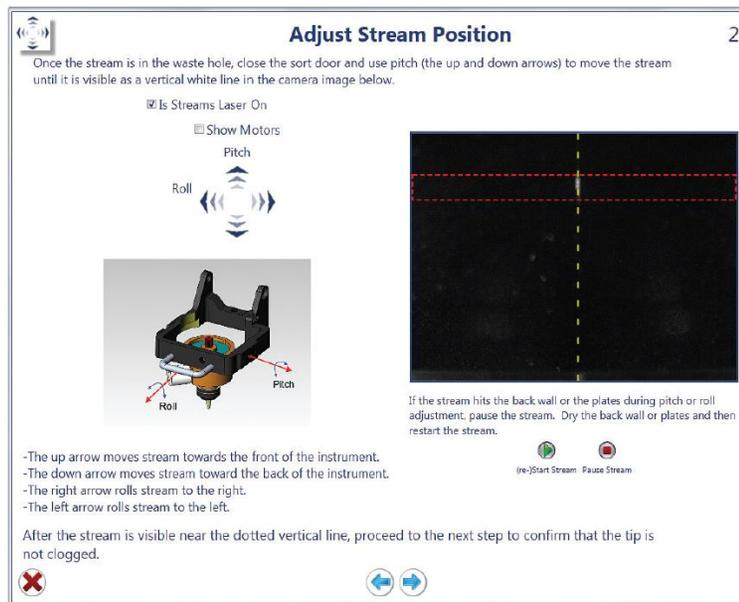

Рис. 122. Окно Adjust Stream Position (Отрегулировать положение потока)
32. С помощью стрелок «Pitch» и «Roll» перемещайте поток до тех пор, пока его изображение с камеры в правой области окна не примет вид вертикальной белой линии (Рис. 122).